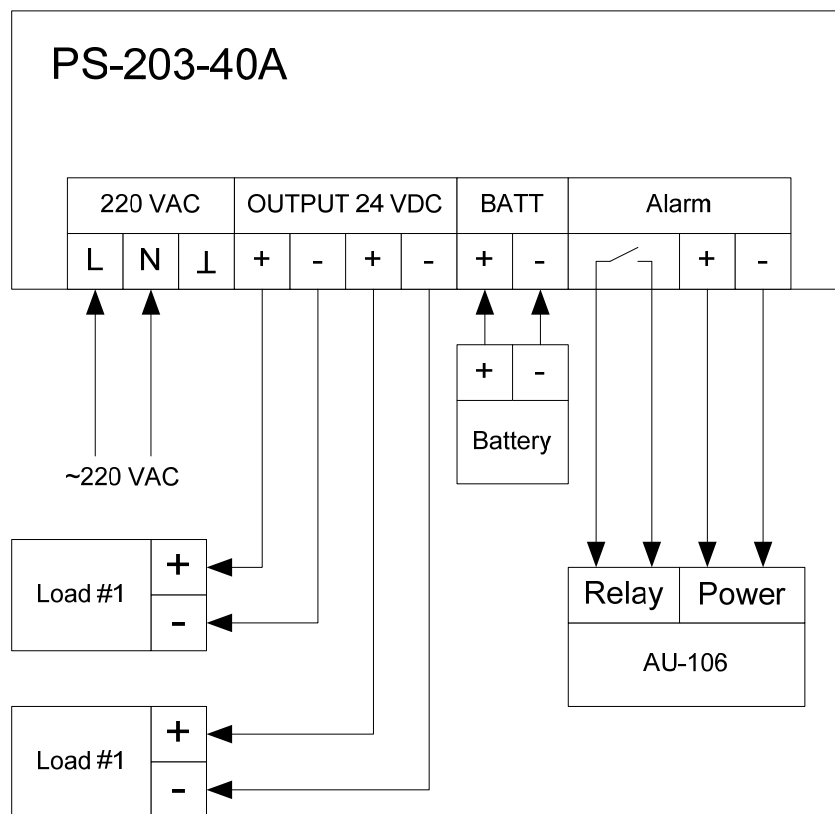

Рисунок 2. Схема подключения PS-203-40A.
2. Подключите кабеля от внешних устройств и источников питания к клеммам БП согласно маркировке (смотрите Рисунок 2).